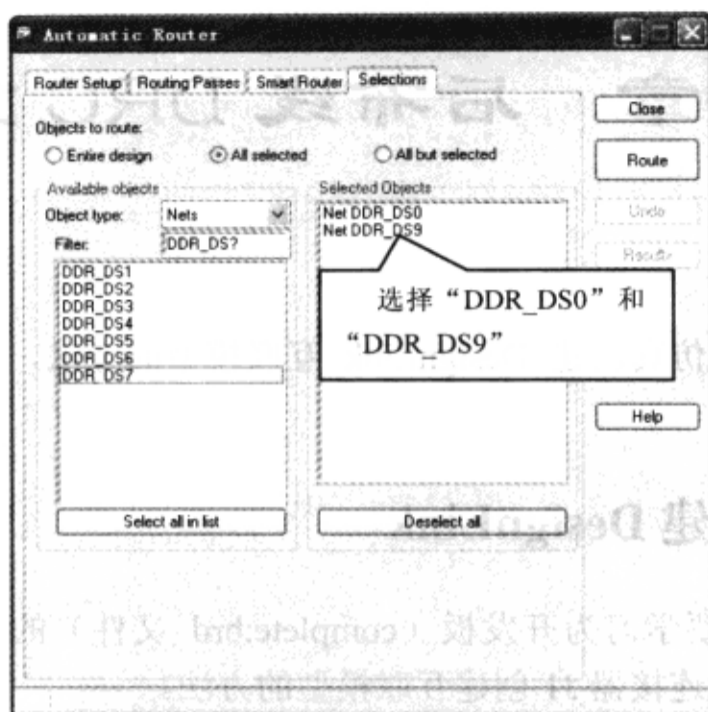

图 4-3-17 选择网络
(7) 在“Available objects”列表框中选择“DDR\_DS0”和“DDR\_DS9”，这两个网络被移到右边的“Selected objects”列表框，如图4-3-17所示。